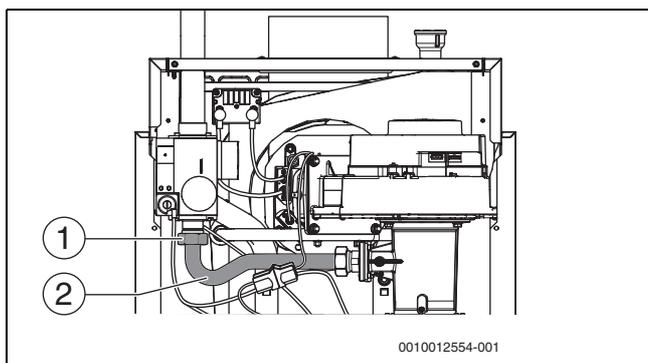

Fig. 44 Dado di raccordo con tubo del gas
- ▶ Allentare il dado a risvolto (→ fig. 44, [1]) del tubo del gas (→ fig. 44, [2]).